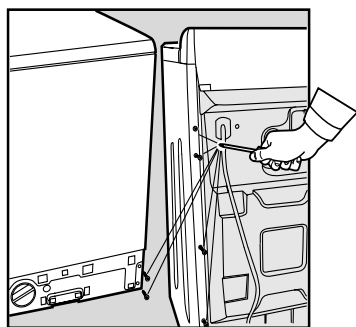

Рис. 1
2. Снимите нижнюю панель, отвернув два винта справа внизу, а затем 6 задних винтов слева; удалите панель, слегка наклоняя и выдвигая ее (рис. 1, 2).